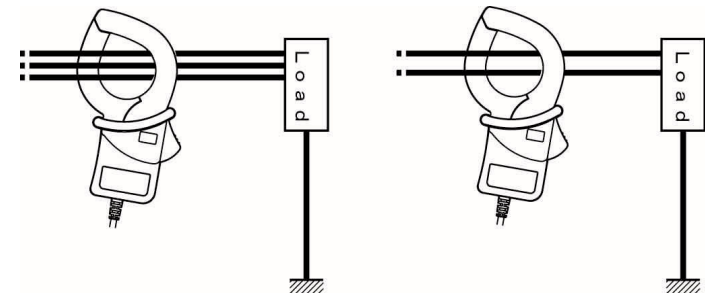

Fig.1 Meten van lekstroom op een nulfasesysteem
- (3) Meting op een nulfasesysteem (zie Fig.1)